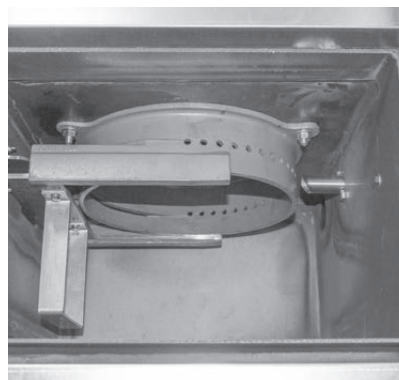

Fig. 69 Area del gassificatore
- ▶ Pulire il vano cenere e l'area del gassificatore in basso – Fig. 69.